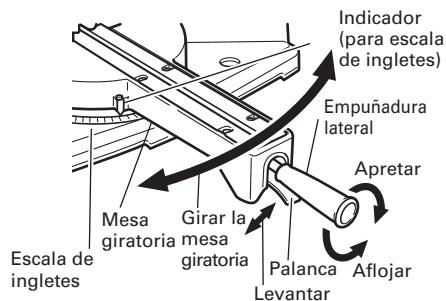
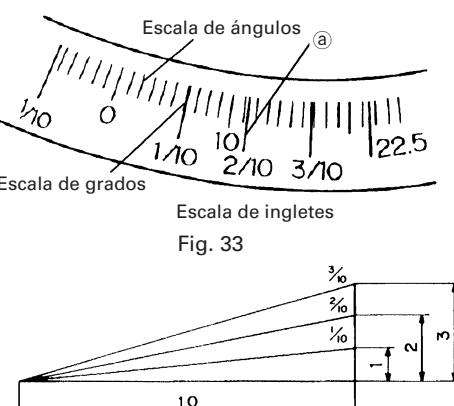

Fig. 32
Fig. 33
- (1) Afloje la empuñadura lateral y tire hacia arriba de la palanca para los topes de ángulo. Luego, ajuste la mesa giratoria hasta que el indicador se alinee con el ajuste deseado de la escala de ángulos de inglete (Fig. 32).
- (2) Vuelva a apretar la empuñadura lateral para asegurar la mesa giratoria en la posición deseada.
- (3) La escala de ingletes (Fig. 33) indica tanto el ángulo de corte de la escala de ángulos como el gradiente en la escala de ángulos.
- (4) El gradiente, que es la proporción de la altura hasta la base de la sección triangular a extraerse, puede utilizarse para el ajuste de la escala de ingletes en vez del ángulo de corte, si así se desea (consulte la Fig. 33).
- (5) Por lo tanto, para cortar una pieza de trabajo con un grado de 2/10, ajuste el indicador a la posición a como se indica en la Fig. 33.